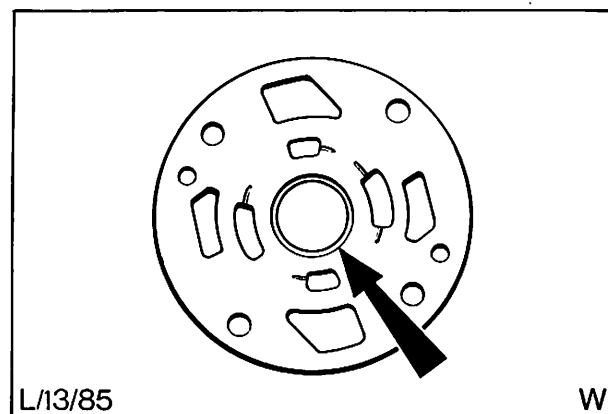

Abb. 65 Nut für Sprengring im Deckel
19. Deckel aufsetzen, mit der Nut für den Sprengring zum Walzenträger, Abb. 65. Der Deckel kann aufgrund seiner Form nicht verkehrt aufgesetzt werden.